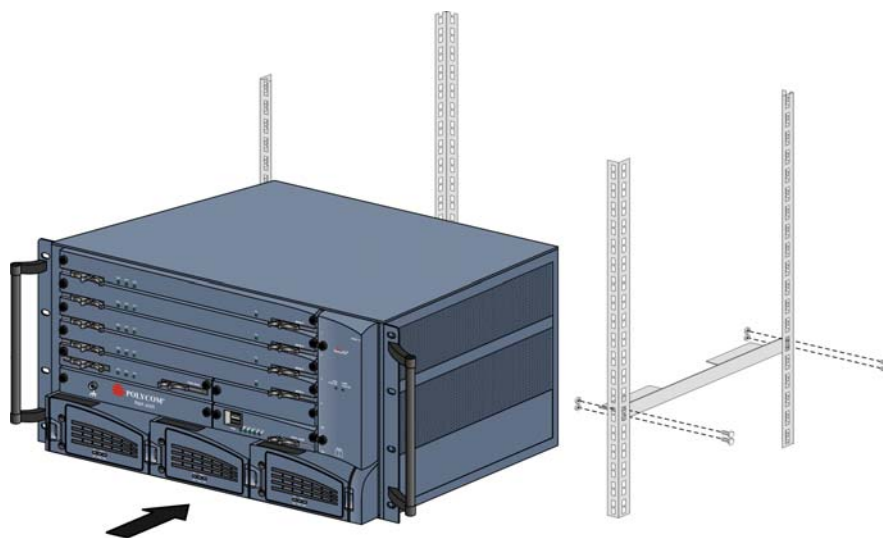

図 1-2 シャーシランナーと RMX のラックへの取り付け
- 1 RMX をラックに取り付ける場合、図 1-2 に示すように、シャーシランナーをラックに取り付けてください。*Rack Installation Accessories* (ラック取り付け付属品) キットに含まれているシャーシランナー 2 本を 19 インチ / 23 インチラックマウントの外側から内側に向けて取り付けます。